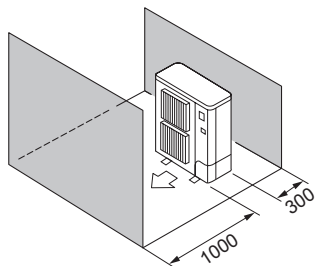

Fig. 2-10
- ⑤ Překážky pouze vpředu a vzadu (Fig. 2-10)